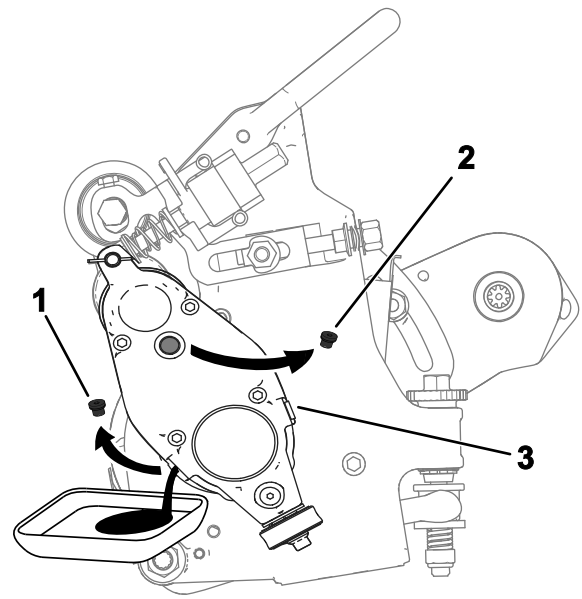

Bild 23
5. Kippen Sie die Schneideinheit (wie in Bild 23 dargestellt), bis der Ablassanschluss unten ist, um ein komplettes Ablassen sicherzustellen.